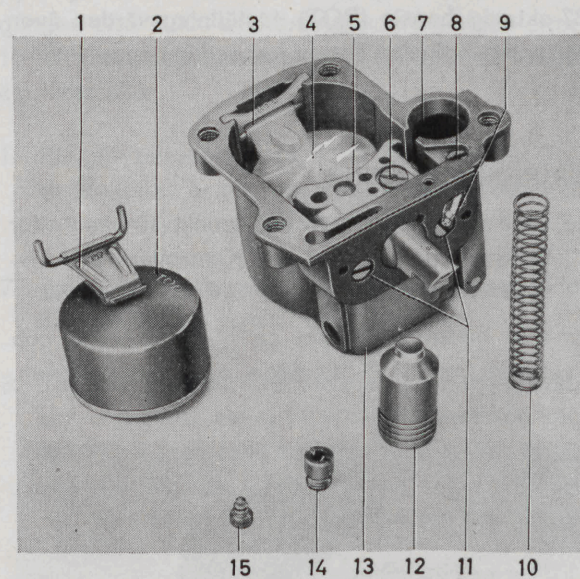

Bild 68. Flottörhuset demonterat.
1. Lossa de fyra fästskruvorna för flottörhuset och lyft ned detta. Se bild 68.
4. Demontera accelerationsmunstycket (9, bild 68), utloppsventil (8) samt stoppskruv (15), pumpkolv (12) med fjäder och därefter inloppsventilen (14) placerad under pumpkollen.
3. Vänd flottör och flottörhävarm med märkningen "TOP" uppåt vid utförande med mässingsflottör. Hävarmsaxeln placeras med ändspetsarna uppåt, se bild 68. Placera låsfjädern (3) vid nylonflottör rätt, med mittböjningen nedåt så att fjädern ej kläms mot flottörventilen. Kontrollera att fjädern (10) placeras så att den styres av inloppsventilen (14). Kolvens rörelse nedåt kan i annat fall hindras.